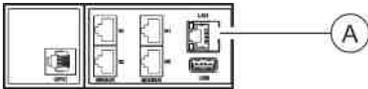

Abb. 24: LAN-Anschluss
1. ➤ Stecker vom Datenkabel in den LAN-Anschluss an der Master-PDU einstecken (Abb. 24/A).